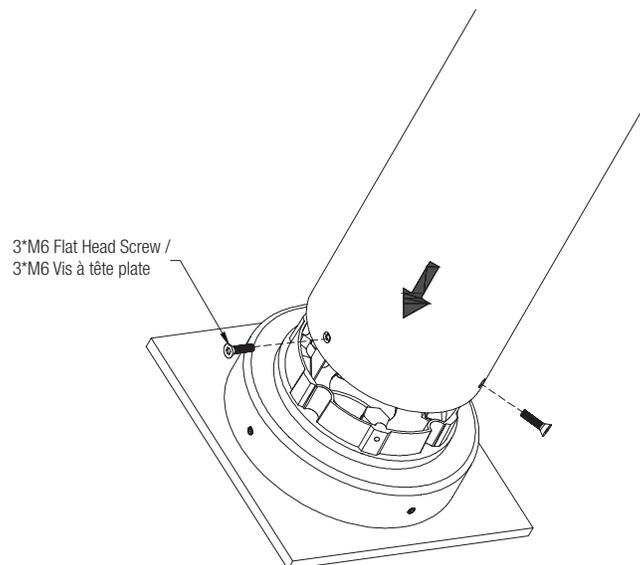

Figure 17
5. Put the complete bollard on the mounting base and tighten it with 3 screws. Fig 17
5. Placer la borne complète sur la base de montage et la serrer avec 3 vis. Fig 17